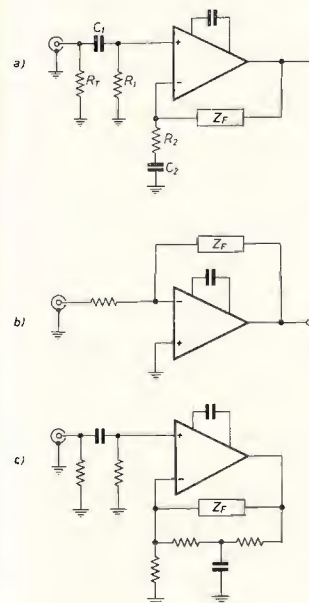

figura 3
Tre disposizioni circuitali base, illustrate in figura 3, sono state valutate in termini di prestazioni e di costo.
Il circuito di figura 3 (a) è stato scelto poiché era quello che presentava la migliore combinazione di basso rumore, bassa distorsione e basso numero di componenti.
Il circuito di figura 3 (b) aveva la più elevata cifra di rumore, e presentava inoltre lo svantaggio di una grande tensione di offset all'uscita.
Il circuito di figura 3 (c) impiega un eccessivo numero di componenti, e dimostrava instabilità alle basse frequenze.
Tutte le successive discussioni saranno pertanto confinate al circuito di figura 3 (a). Il guadagno a catena chiusa è stabilito dal rapporto tra l'impedenza della rete di reazione (Z_F) e la resistenza R_2 . Il resistore R_1 è posto approssimativamente eguale alla resistenza in corrente continua della rete di compensazione Z_F . La ragione di questo fatto è che le correnti di polarizzazione di base dei transistori dello stadio differenziale di ingresso devono scorrere rispettivamente attraverso R_1 e la rete di compensazione. Se R_1 è più piccola della resistenza in corrente continua della rete di compensazione, la relativa differenza nelle cadute di tensione apparirà all'ingresso come una tensione di offset. Questo offset sarebbe amplificato dal circuito, dando luogo ad una considerevole tensione di offset all'uscita. Per esempio, se la corrente di base fosse di una microampere, R_1 fosse 100 k Ω e la resistenza in cc del circuito di reazione fosse di 1 M Ω , allora la tensione di offset sarebbe: (1 μ A) (1 M Ω) - (1 μ A) (100 k Ω) = 0,90 V. Questa verrebbe amplificata dal circuito. Se il guadagno a catena chiusa fosse, ad esempio, 50, allora la tensione di offset all'uscita sarebbe (50) (0,9) = 45 V. Questo è ben oltre le possibilità del circuito integrato, ma ha lo scopo di illustrare che è necessario avere una certa cura nella scelta dei valori di R_1 e della rete di compensazione.